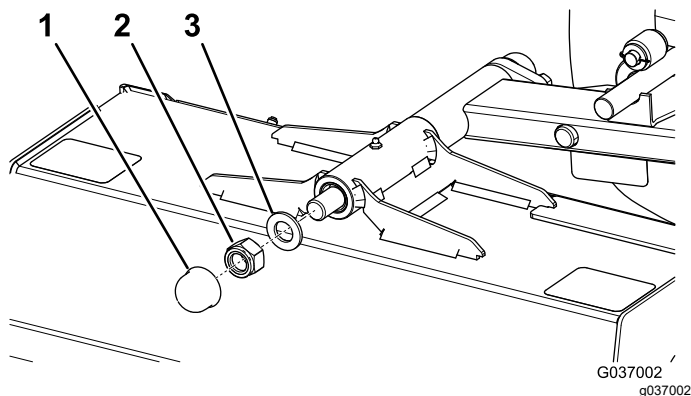

Figure 76
4. Retirez le cache et retirez l'écrou (M24) et la rondelle de l'arbre de pivot (Figure 76).
- Remettez la rondelle et le contre-écrou (M24), et serrez le contre-écrou (Figure 76).